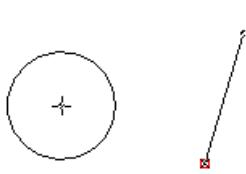

图 4.11.15 移到直线端点
Step9. 继续移动鼠标指针, 当鼠标指针移到直线的某一端点处时, 可看到端点处出现红色的 \blacksquare 符号(图 4.11.15), 表明系统已捕捉到该端点。